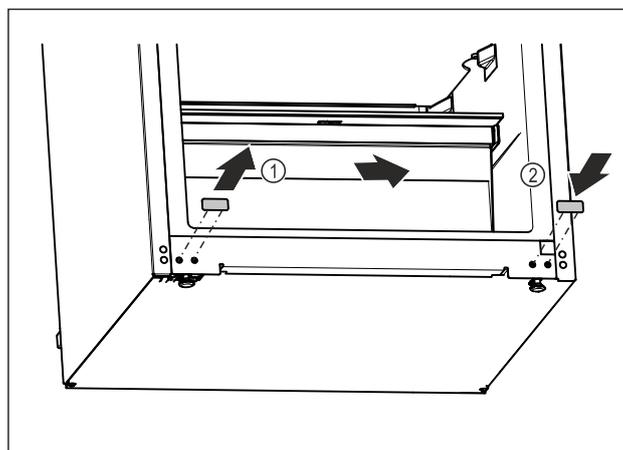

Fig. 16
- ▶ Estrarre il coperchio a tappo. Fig. 16 (1)
- ▶ Inserire il coperchio a tappo sul lato opposto. Fig. 16 (2)